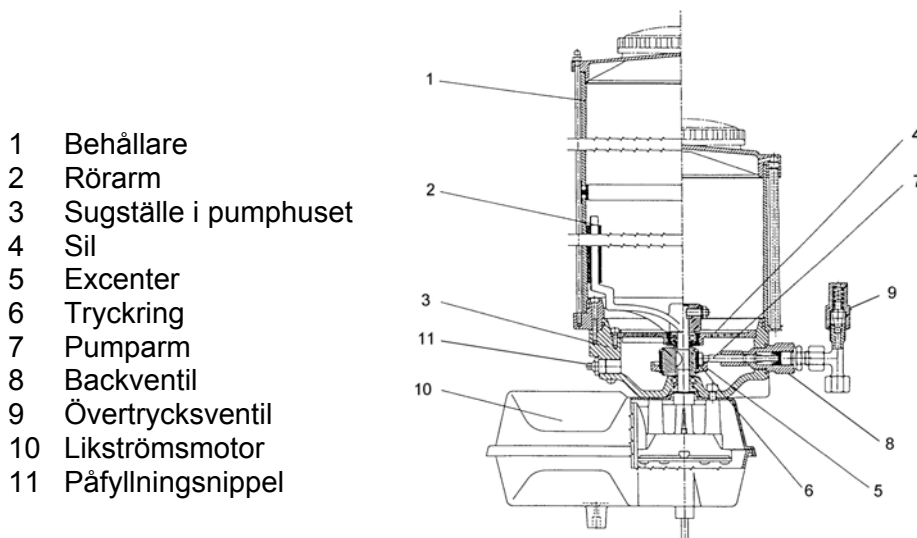

Fig 1.
Den eldrivna pumpen, av typ EP-1 med pumpelement PE-12 V, transporterar kontinuerligt fram smörjfett förbi en säkerhetsventil till huvudfördelaren (fig 1, B). Huvudfördelaren för i sin tur smörjfettet till underliggande fördelare. Därefter portioneras rätt mängd ut till varje smörjningspunkt.
Med hjälp av en övertrycksventil (fig. 1, pos. 9) kan smörjningen övervakas mycket säkert och effektivt. I de fall som ett smörjställe inte tillförs den rätta mängden fett, blockeras den progressiva fördelaren och det uppstår ett tryck på 280 bar i smörjanläggningen. På pumpelementets övertrycksventil visas därefter felet genom att fett tränger ut.
- Påfyllning skall alltid ske till angiven nivå och görs via den fettnippel som är placerad på utsidan av pumphuset, (fig. 1, pos. 11).